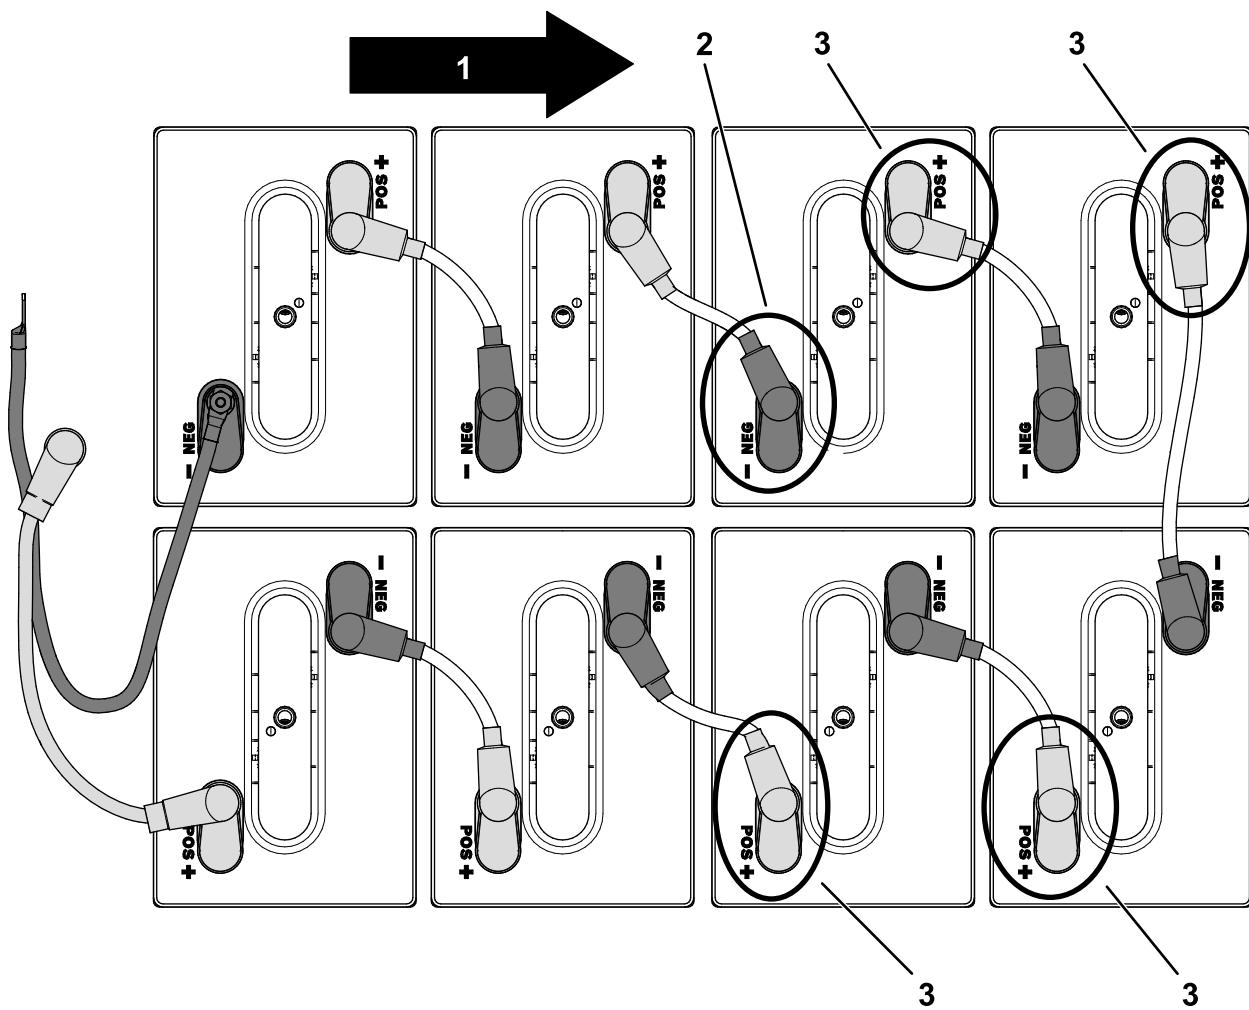

Рисунок 58
3. Отсоедините положительную (+) клемму от передних 4 аккумуляторных батарей в переднем поддоне аккумуляторных батарей (Рисунок 58).
4. Отсоедините отрицательную (-) клемму, как показано на Рисунок 58.
5. Снимите 4 передних аккумуляторных батареи (Рисунок 58).